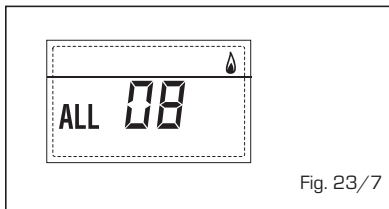

Fig. 23/7
**- ANOMALÍA CIRCULACIÓN AGUA "ALL 09" (fig. 23/8)**